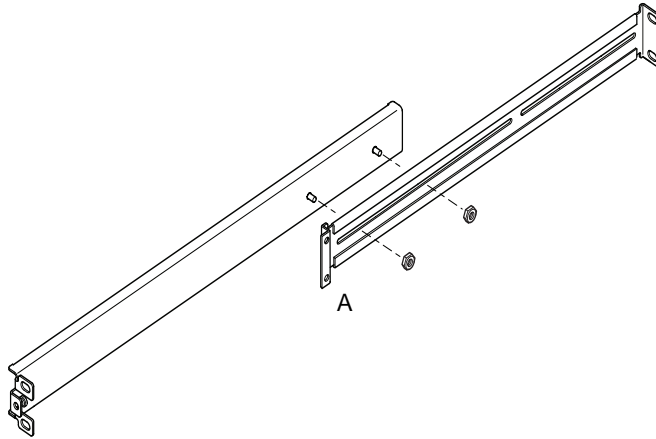

ABBILDUNG 3-1 Gleittrager fur normales 19"-Erweiterungsrack
1. Platzieren Sie die beiden Teile des Trager so aneinander, dass sich das Ende mit dem Doppelwinkel (A) in der richtigen Position befindet.
Bei einem normalen 19"-Rack muss sich das Ende mit dem Doppelwinkel (A) vorn befinden (siehe ABBILDUNG 3-1).